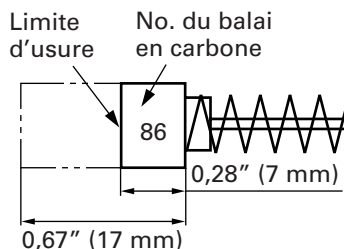

Fig. 8
4. Contrôle des balais en carbone (Fig. 8)
Quand le moteur est équipé d'un balai en carbone à arrêt automatique, il s'arrêtera automatiquement. Remplacez alors les balais en carbone par des nouveaux et ayant les mêmes numéros que ceux montrés sur la figure 8. En outre, toujours tenir les balais propres et veiller à ce qu'ils coulissent librement dans les supports.
REMARQUE: Utiliser le balai en carbone HITACHI No. 86 indiqué sur la Fig. 8.